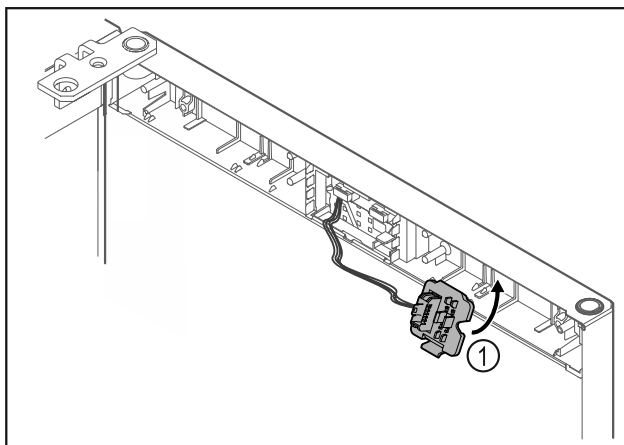

Fig. 19
- ▶ Steckerhalterung Fig. 19 (1) auf Gegenseite einrasten.\*